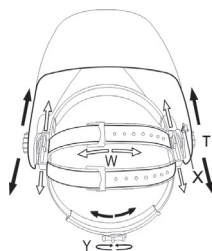

рис. 5
1. Длину окружности оголовья можно увеличить или уменьшить, вращая ручку с нажатием на затылочной части оголовья (см. «Y» на рис. 5). Данная процедура выполняется при надежной фиксации сварочной маски на голове.
2. Если наголовник сидит на голове слишком высоко или слишком низко, отрегулируйте ремень, который проходит через макушку. Для этого ослабьте конец ремня, выдавив стопорный штифт из отверстия на ремне. Переместите две части ремня относительно друг друга требуемую длину и вставьте стопорный штифт обратно (см. «W» на рис. 5).
1. Ослабьте гайки-фиксаторы (см. «Т» на рис. 5) и двигайте маску к или от вашего лица. Убедитесь, что расстояние между обоими глазами и светофильтром одинаковое, чтобы избежать неравномерного затемнения светофильтра.